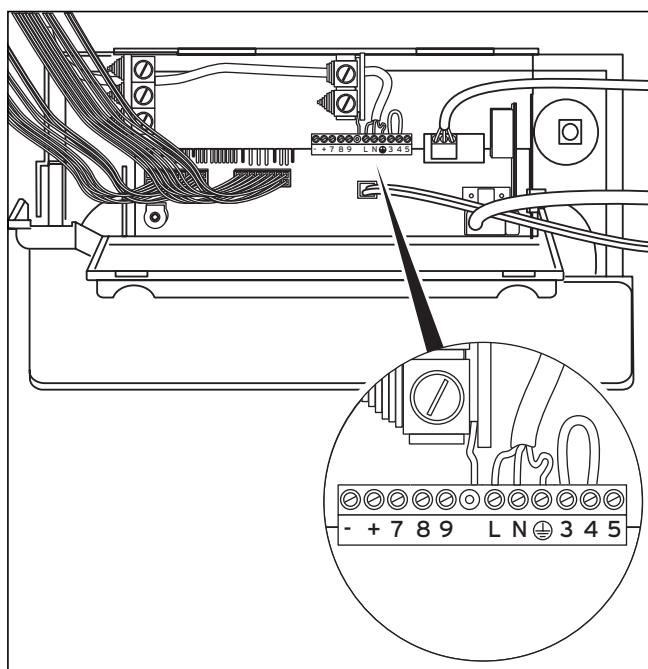

Fig. 5.10 Cablajul conductei de alimentare la rețea
- Treceți în final conductele de racordare prin pasajele speciale pentru cablu (2) în pupitrul de comandă și scurtați conductele la lungimea necesară.
- Legați cablul de racordare conform tab. 5.1 și fig. 5.10 la bornele corespunzătoare ale șurubului, la electronică.